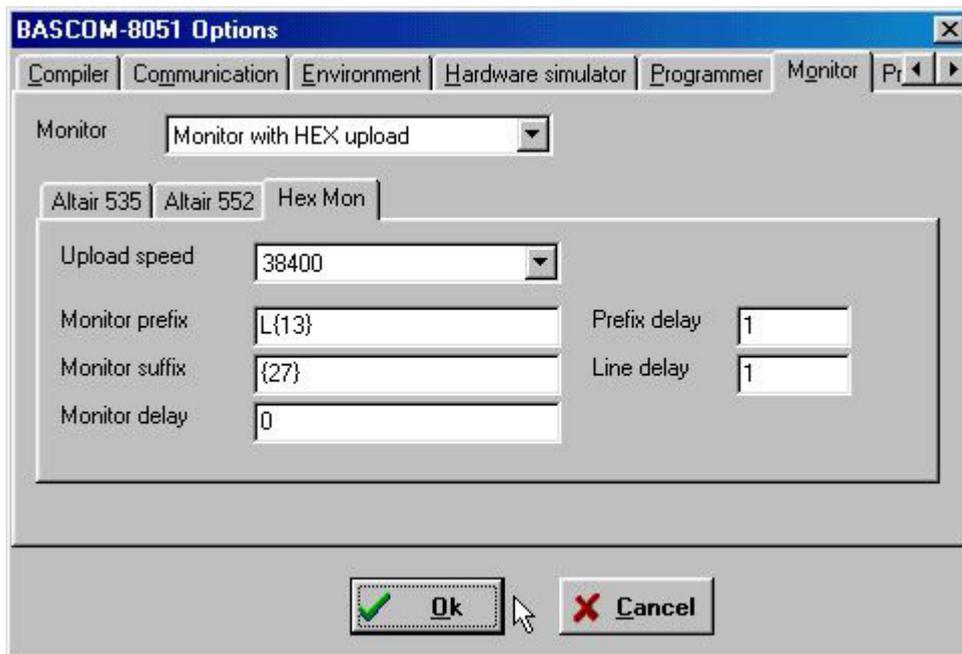

FIGURA 13: CONFIGURAZIONE SCARICAMENTO FILE CON BASCOM 8051
- 2) Tramite il menu *Options / Monitor*, selezionare la finestra Hex Mon e su questa impostare i settaggi necessari allo scaricamento di un file HEX all'**FMO53**, i relativi ritardi nella comunicazione, come illustrato in figura 13, e premere *OK*